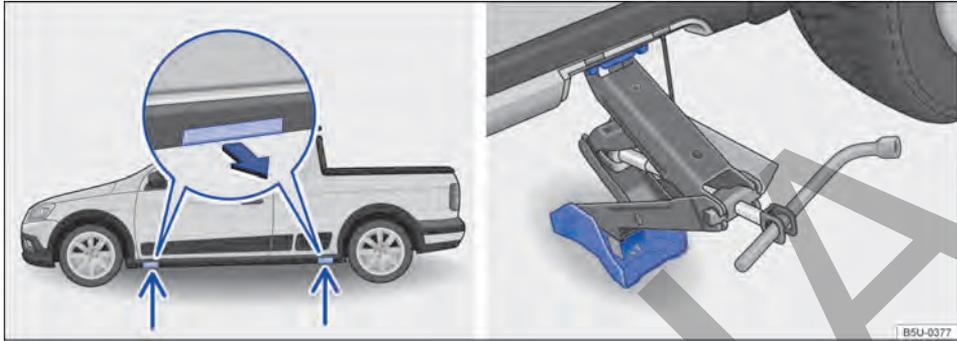

Fig. 223 Puntos de apoyo del gato y gato colocado en el lado izquierdo trasero del vehículo - vehículos con estribos exteriores.
El gato únicamente se puede colocar en los puntos de apoyo indicados (cubierta extraíble) → **fig. 223**. Es válido el punto de apoyo ubicado próximo a la rueda correspondiente → ⚠.
7. Desencajar la cubierta de acceso al punto de apoyo del gato, en el sentido de la flecha → **fig. 223**.
9. Garantizar que la base del gato, con toda su superficie, esté sobre el piso y que la base se encuentre perpendicularmente por debajo del punto de colocación → **fig. 223**.
10. Alinear el gato y, simultáneamente, levantar la garra del gato hasta que se encaje en el travesaño debajo del vehículo → **fig. 223**.
- Posicionar el gato únicamente en los puntos indicados. La garra del gato debe encajarse en el perfil del larguero de forma segura → fig. 223.